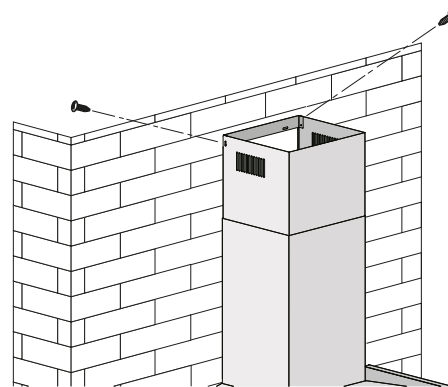

Figure 6
- Vissez la cheminée supérieure au support supérieur (voir la figure 6).